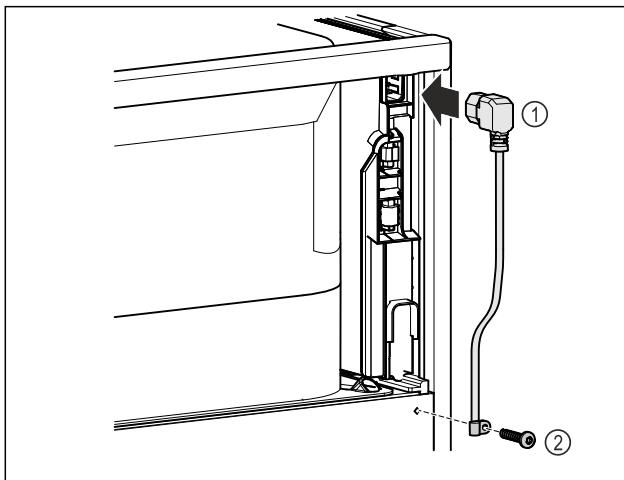

Fig. 8
- Включете буксата за свързване на уреди с ниска мощност на захранващия кабел Fig. 8 (1) от задната страна на уреда.
- Монтирайте кабелната муфа. Fig. 8 (2)